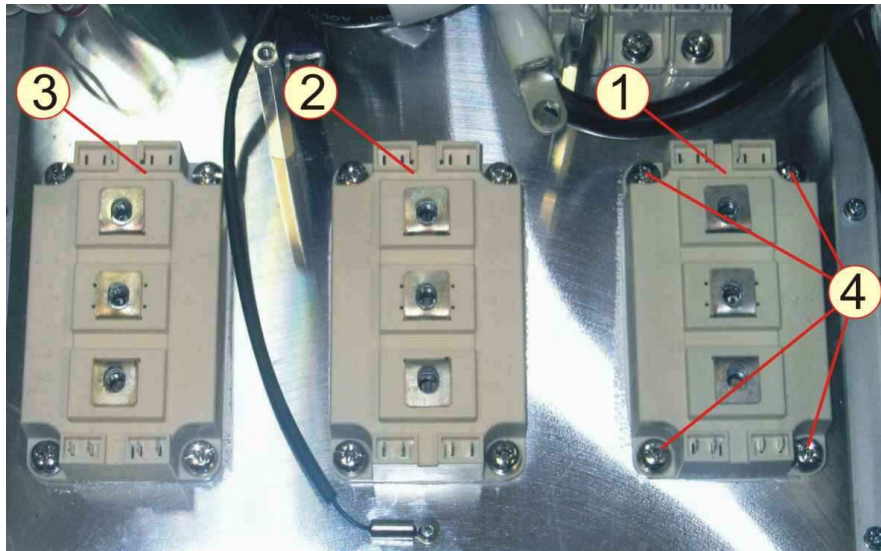

Рисунок 7.36
7.13.2. Проложить кабель термодатчика между IGBT модулями MT2 и MT3 (рисунок 7.36).
7.14.3. Установить модуль над резьбовыми отверстиями радиатора и слегка притереть, при этом контакты «4», «5», «6», «7» модулей (рисунок 7.36) должны быть обращены к термодатчику.
7.14.4. Вкрутить винты 4 (рисунок 7.36) для предварительного крепления модуля.